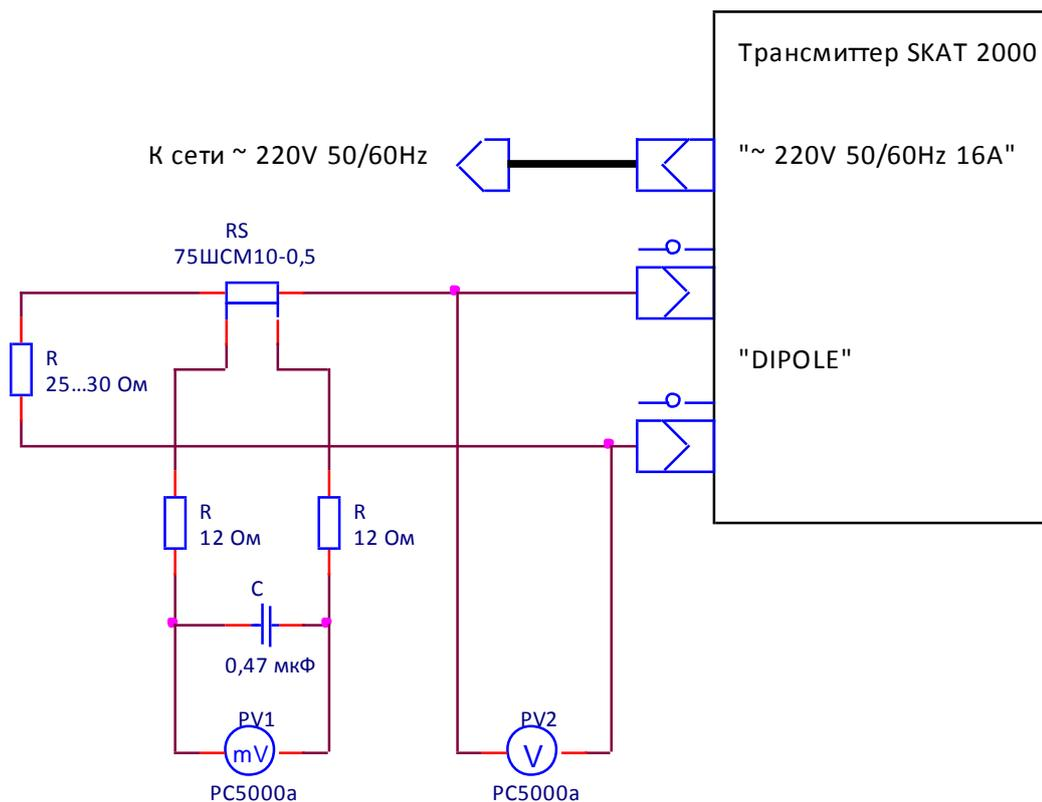

Рис. 5.1
5.2.1 Собрать схему, приведенную на рис. 5.1.
5.3.1 Собрать схему, приведенную на рис. 5.1;